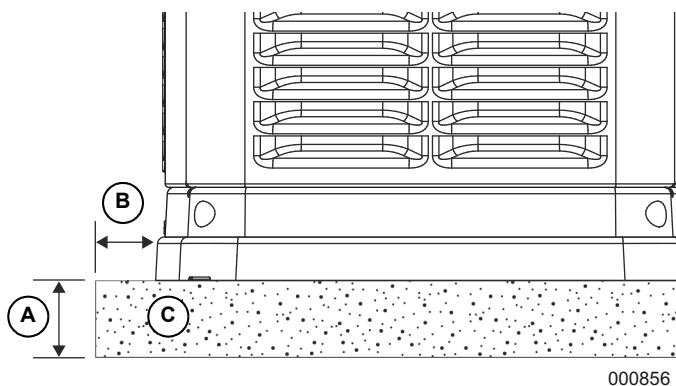

Figure 3-3. Gravier tassé
- Voir la **Figure 3-3**. Creusez un trou rectangulaire d'environ 127 mm (5 po) de profondeur [A] et d'environ 152 mm (6 po) plus long et plus large [B] que la surface du générateur. Remplissez 102 mm (4 po) du trou avec du gravillon [C], de la pierre concassée ou tout autre matériau non combustible qui permet une installation de niveau. Compactez et nivelez le matériau. Vous pouvez couler une plateforme de béton si vous le souhaitez ou si cela est nécessaire. Cette plateforme devrait avoir une épaisseur de 102 à 127 mm (de 4 à 5 po) et dépasser de 152 mm (6 po) l'enveloppe extérieure du générateur dans toutes les directions.